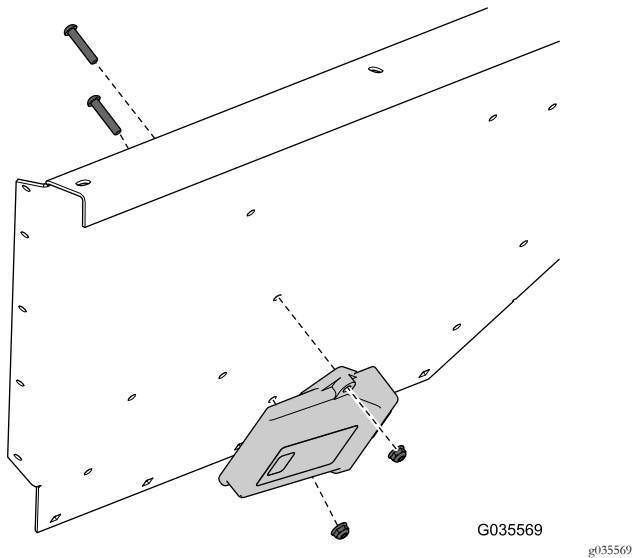

Figura 3
- Retire la unidad base del mando a distancia inalámbrico de la defensa del guardabarros (Figura 3).